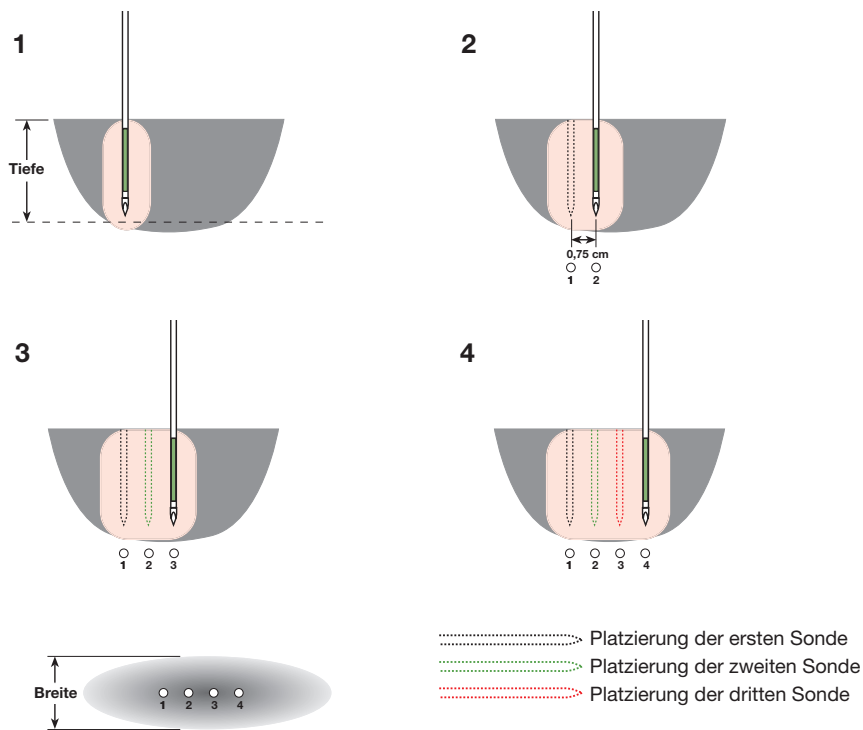

Abbildung 4-29: Positionierung einer Sonde bei der Oberflächenkoagulation.
3. Die Abbildung 4-29 dient als Leitlinie für die Sondenplatzierung. Sonde in das Zielgewebe einführen.
Wichtig: Darauf achten, dass die Sonden mindestens 1 mm über den durchgängig grünen Bereich der Sonde hinaus eingeführt werden (siehe Abbildung 4-29). Wird die Sonde nicht tief genug eingeführt, so kann ein Fehler wegen reflektierter Leistung auftreten. Wird die Sonde nicht tief genug eingeführt, so kann ein Fehler wegen reflektierter Leistung auftreten.